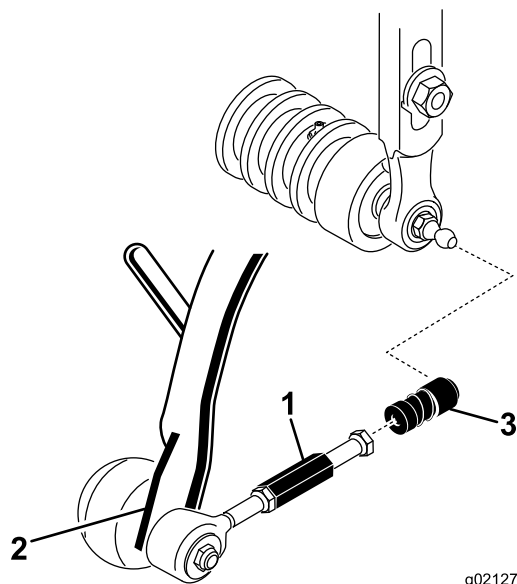

Figura 10
3. Deslice hacia atrás el manguito de cada casquillo receptor de la articulación esférica y enganche el receptor sobre el espárrago con bola de la unidad de corte (Figura 10).